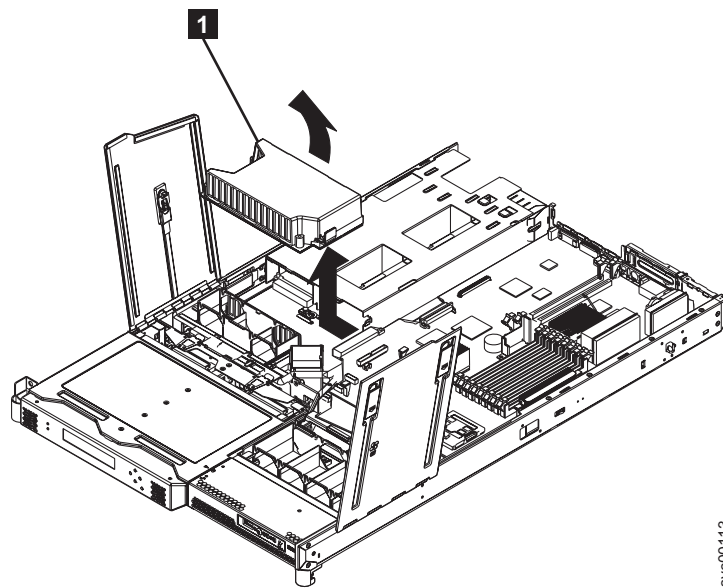

図 167. SAN ポリリューム・コントローラー 2145-8F4 または SAN ポリリューム・コントローラー 2145-8F2 電源バックプレーン
7. 図 167 に示すように、電源バックプレーンを左方にスライドさせて、システム・ボードから切り離します。